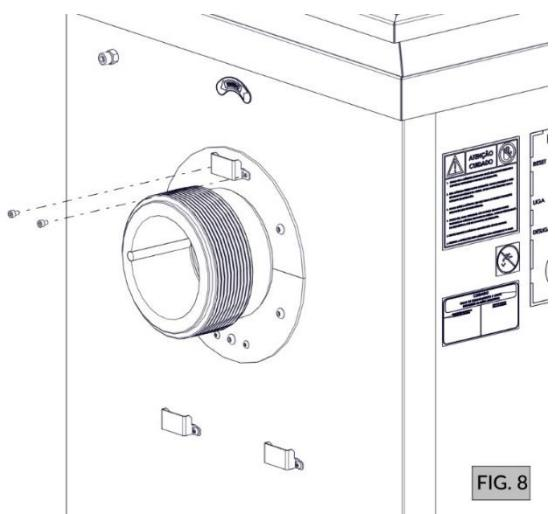
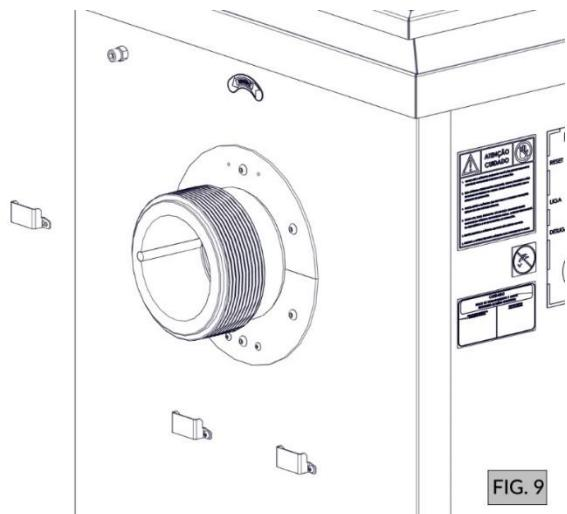

FIG. 8
FIG. 9
- 5.** Solte os dois parafusos do suporte do protetor do bocal (FIG. 8) e retire-o (FIG. 9);